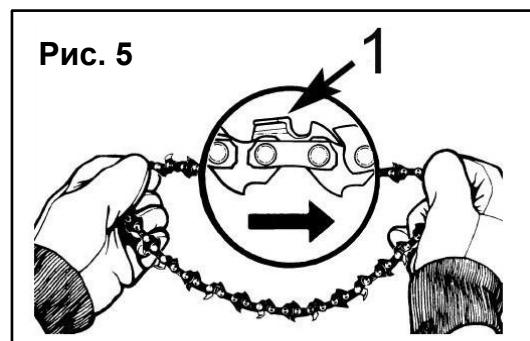

Рис. 5
- Растяните цепь так, чтобы резцы были направлены ПО ЧАСОВОЙ СТРЕЛКЕ к вращению. На зубьях цепи нанесена стрелка указания направления. (Рис. 5).